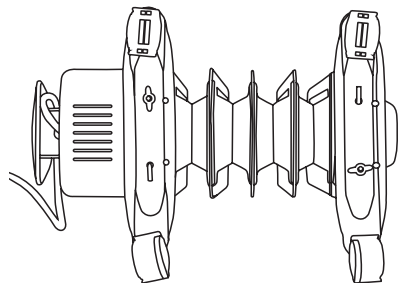

рис. 4
1. Соединить одну из опорных ножек (2) с двумя роликами (1).
2. Закрепить гайками (3).
4. Перевернуть обогреватель нижней частью кверху, как показано на Рис. 4.
5. Продеть металлический держатель (4) через фиксатор.
6. Прикрепить опорную ножку с колесиками посредством металлического держателя (4) и винтов (5) к нагревателю.